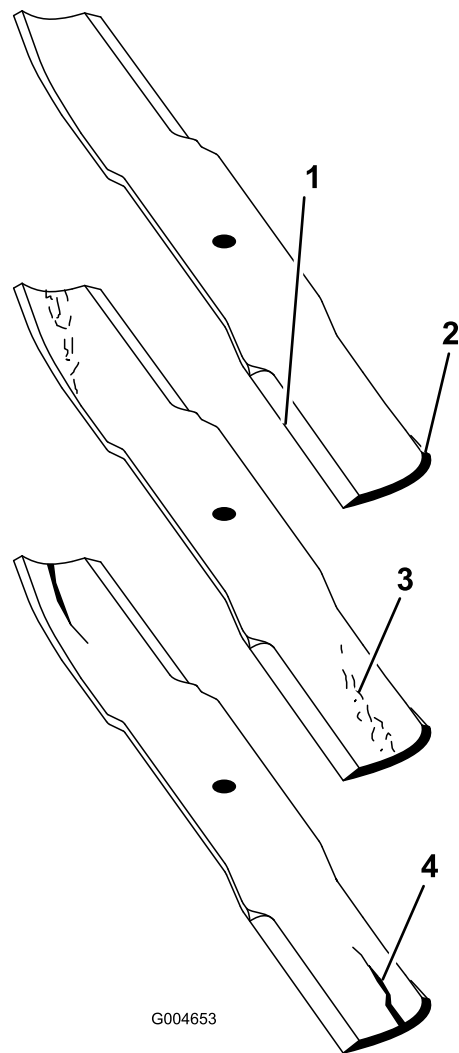

図 26
3. ブレードの切っ先を注意深く観察、特に、直線部と曲線部が交わる部分をよく観察する 図 26。
**注** この、直線部と曲線部の交差域は、砂などによる磨耗が進みやすい部分なので、機械を使用する前によく点検することが必要である。磨耗が進んでいる場合 図 26 にはブレードを交換する。